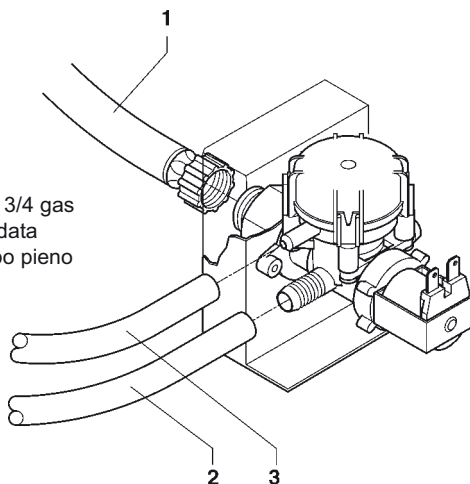

Fig. 16
Collegare mediante un tubo adatto a sopportare la pressione di rete e di tipo idoneo per alimenti (diametro interno minimo di 6 mm.) la rete idrica al raccordo 3/4" gas della elettrovalvola di entrata acqua (vedi fig. 16).
L'elettrovalvola di entrata acqua (vedi fig. 16) è dotata di un dispositivo antiallagamento che blocca meccanicamente l'entrata dell'acqua in seguito ad una disfunzione dell'elettrovalvola stessa o del meccanismo di controllo del livello dell'acqua in caldaia.
- allentare il raccordo che fissa il tubo di alimentazione dell'elettrovalvola per scaricare la pressione di rete residua e stringerlo nuovamente (vedi fig. 16);